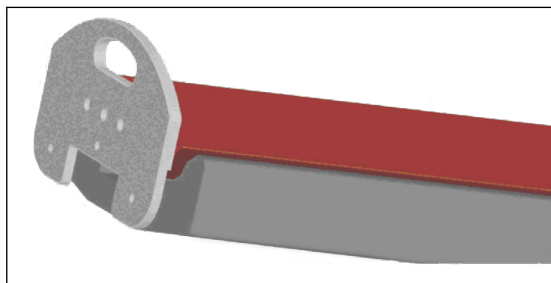

图 3
1. 将 CT 覆盖罩放置在 Siemens 工作台上, 脚端碰锁配件安装块距离接触脚踏板几英寸, 且 CT 覆盖罩位于 Siemens 工作台中心 (图 3)。